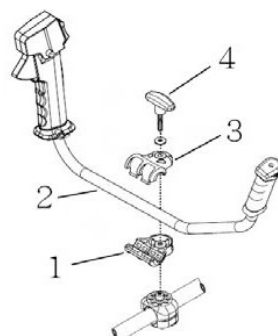

Fig.2B
- Fixez la poignée (1), puis placez le joint de guidon (2), avec le joint de poignée (3) de manière uniforme. Visser ensuite (4) la température. Fig. 2B